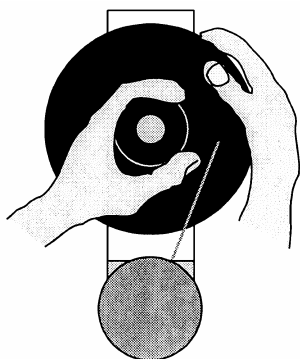

Fig. 2
- a) 張力が小さい場合：ホイールを押さえながら、アジャスティング・ノブを反時計方向に回す。(Fig. 2)